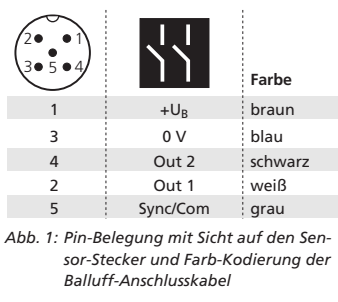

Abb. 1: Pin-Belegung mit Sicht auf den Sensor-Stecker und Farb-Kodierung der Balluff-Anschlusskabel
- Anschlusskabel an den M12-Gerätestecker gem. Abb. 1 anschließen.